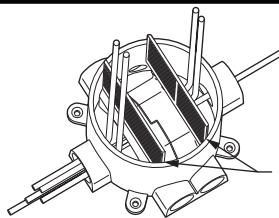

Figure 4
- Assemblez les moitiés de la paroi de séparation, voir la Figure 3A. Ne les collez pas ensemble! Abaissez l'assemblage de la paroi de séparation dans la boîte de sol 68 P de façon à ce que les fils de données sortent de la boîte de sol du côté extérieur de l'assemblage de la paroi de séparation. Vérifiez que la rampe de la paroi de séparation couvre le fil de données qui passe à travers la boîte. Assurez-vous que l'assemblage de la paroi de séparation est appuyé sur le fond de la boîte de sol 68P, voir la Figure 4. REMARQUE : Lorsque vous utilisez la rallonge de boîte 68P-EXT, la rallonge de paroi de séparation de tension 68P-DVD-EXT (non comprise) est requise. Enclenchez (sans coller) les rallonges de la paroi de séparation sur la partie supérieure de l'assemblage de la paroi de séparation, voir la Figure 3B.
4. Faites une marque sur les côtés de la paroi de séparation où ils croisent la partie supérieure coupée de la boîte de sol, voir la Figure 4.